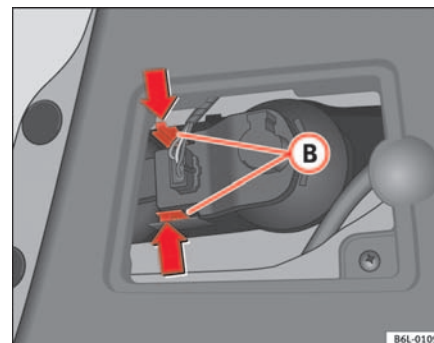

Abb. 152 Rücklicht an der Heckklappe
- Auf die Laschen **(B)** ⇒ Seite 225, Abb. 152 der Lampenfassung drücken und die Fassung herausnehmen.